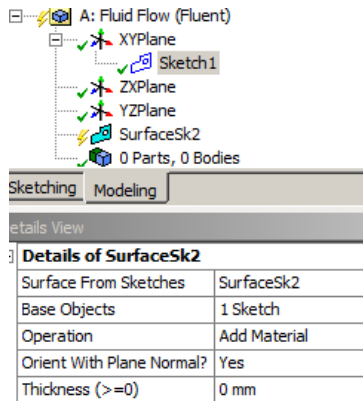

Рис. 9 – Нанесение управляемых размеров на эскиз
**Шаг 5.** По аналогии с предыдущим шагом необходимо нанести остальные размеры и указать их значение в соответствии с рис. 9. Для указания вертикальных размеров используется *Vertical* .
**Шаг 6.** Создать поверхность на основании созданного эскиза. Для этого в главном меню в меню *Concept* нужно выбрать создание поверхности по эскизу (*Surfaces From Sketches* ) , в меню свойств операции в качестве базового объекта (*Base Object*) указывается созданный эскиз *Sketch1* плоскости *XY* (рис. 9).